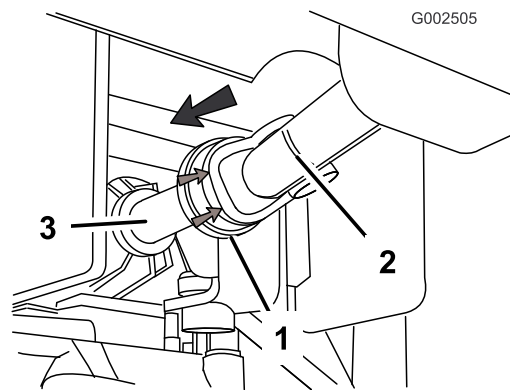

図 14
- PTO 駆動シャフトの前部についているゴム製カウリングを後ろに引く(図 14)。
- ポンプの駆動シャフトをPTO の出力シャフトに連結する(図 14)。